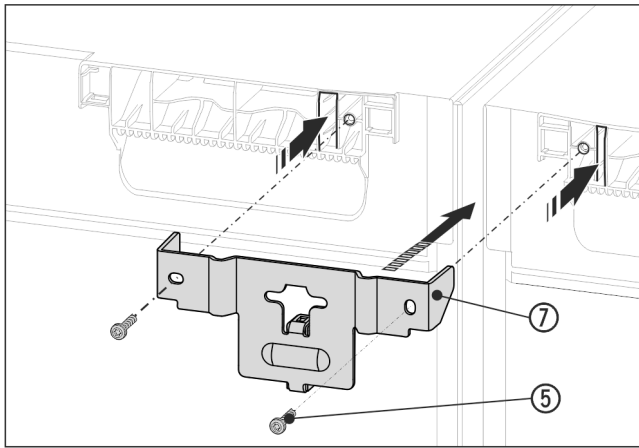

Fig. 16 Príklad zobrazenia
- Uholník Fig. 16 (7) s dištančným dielom zasunúť medzi zariadenia a strmeňmi do stropu zariadenia. Priskrutkujte ho pomocou 2 skrutiek Fig. 16 (5).